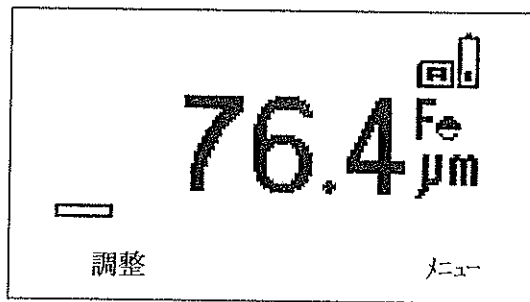

図 9 典型的な読み取り値
- 3 読み取り値がスクリーンに表示されます (図 9 参照)